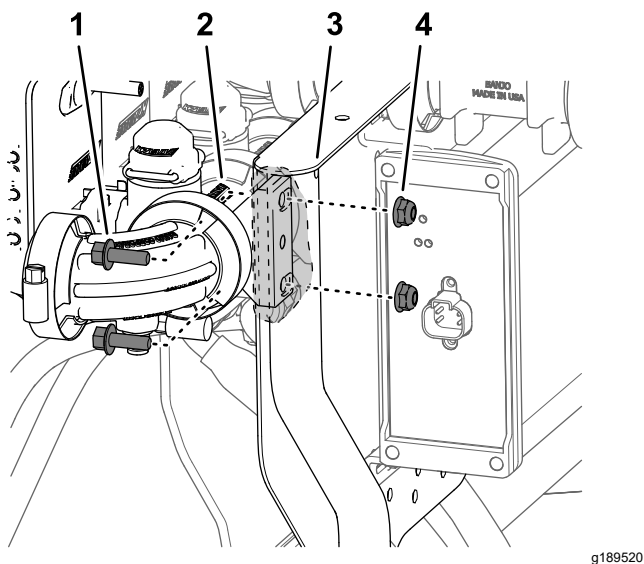

Figura 66
3. Monte la válvula de boquilla 10 al soporte de las válvulas (Figura 66) con los 2 pernos con arandela prensada ($\frac{1}{4}$ " x $\frac{3}{4}$ ") y las 2 contratuercas con arandela prensada ($\frac{1}{4}$ ") que retiró en el paso 2 de Desmontaje de las válvulas de sección de los brazos del soporte del distribuidor (página 28).